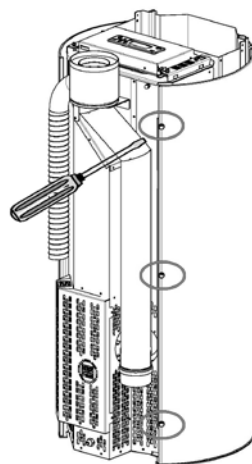

Fig. 28 - Schroeven verwijderen
- Draai de achterste schroeven van de flanken vast (zie Fig. 28).